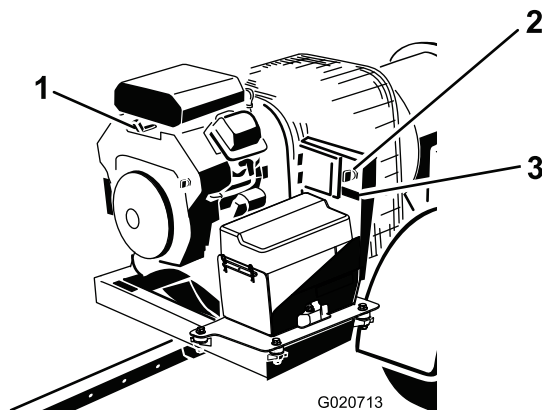

Figure 14
3. Tournez la clé de contact en position Démarrage puis relâchez-la pour qu'elle revienne rapidement en position Contact (Figure 14). Cela a pour effet de réveiller le récepteur.
- En quittant la machine, tournez la clé en position d'arrêt avant de l'enlever (Figure 14).